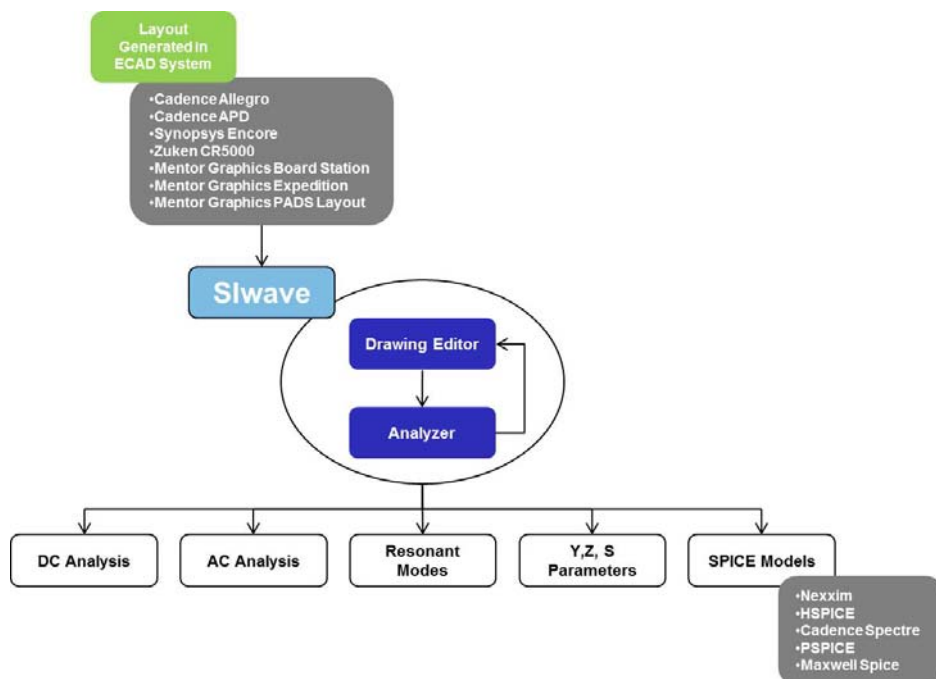

图 3.24 SIwave 功能
SIwave 是 ANSYS 专用于 PCB、IC 封装、SiP 等进行信号完整性 (SI)、电源完整性 (PI) 以及电磁干扰 (EMI) 分析的软件。SIwave 使用全波有限元算法分析高速 PCB 单板和复杂 IC 封装上的谐振、反射、串扰、同步开关噪声、电源/地弹、直流电压/电流分布、近场和远场辐射。适用于精确快速分析包含大规模复杂电源、地平面的 PCB 和封装设计，SIwave 采用混合场求解技术，适合对多层平面结构 PCB 和封装结构提供直流、频域、时域分析，如图 3.24 所示。